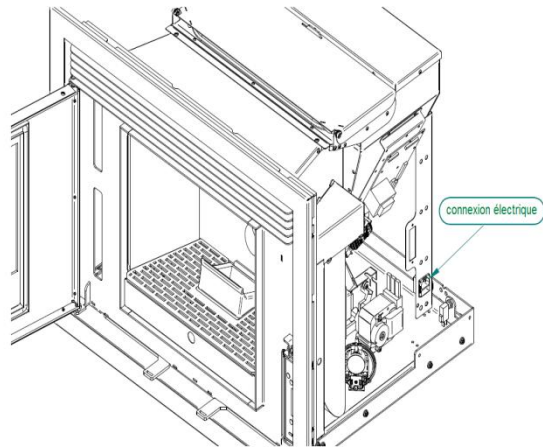
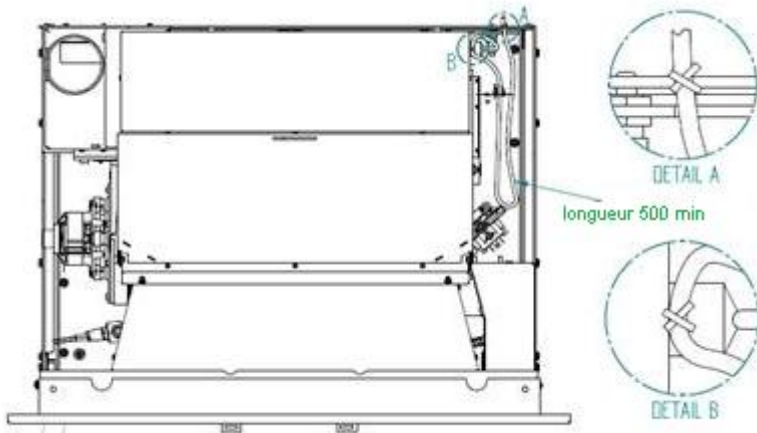

Figure 10 - Raccordement électrique
Figure 11 - Raccordement électrique
- Branchez la prise du poêle à une prise murale avec prise de terre et une protection conforme aux exigences de la norme NF C 15-100 et toutes les normes nationales ou locales en vigueur (figure 10). Protéger le câble contre tout risque de dommage (arrachement, coupure, brûlure, surchauffe...).
- Après avoir branché le câble électrique à sa prise sur le support de la trémie (figure 10), fixer le câble au support et à la base, en veillant à laisser une longueur de câble suffisante pour permettre à l'insert de se mouvoir sur toute la longueur des glissières (500 mm) sans que le câble soit trop tendu ou touche des parties chaudes (figure 11).